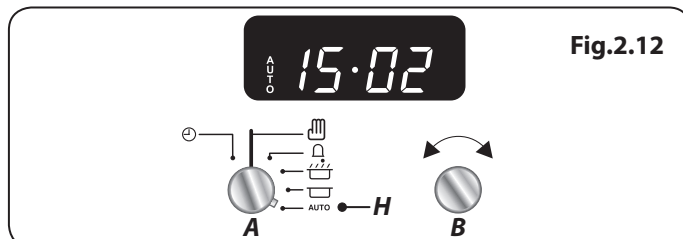

Fig.2.12
5. Vrid timervredet (A) till inställningen Auto (H) (**Fig.2.12**). Om displayen visar innevarande klockslag och ordet "AUTO", är ugnen inställd på att sättas på och stängas av.